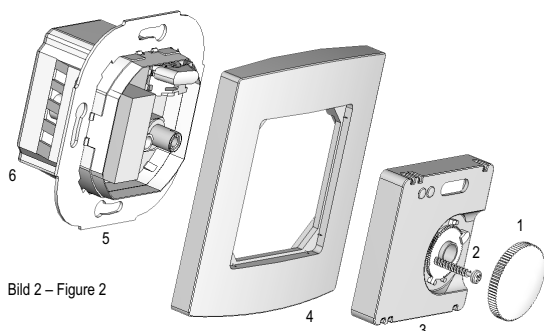

Bild 2 – Figure 2
3. Installation/Montage (s. Bild 2)
3. Installation (see Figure 2)